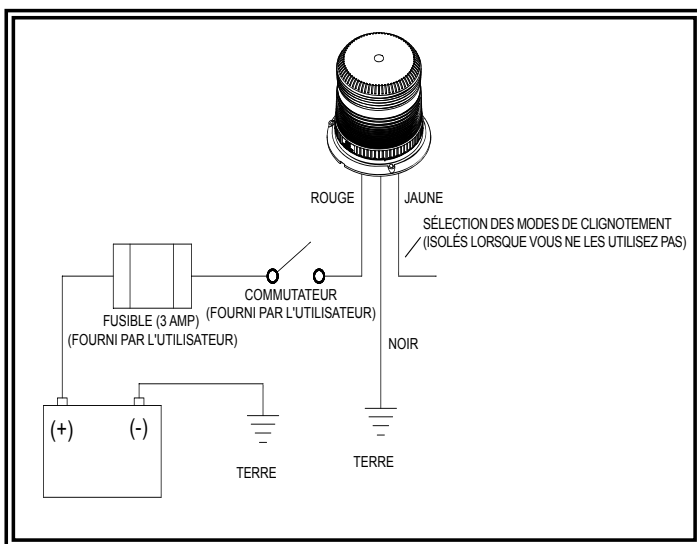

Figure 2
4. Reliez les câbles d'alimentation comme indiqué dans la section sur le câblage (voir figure 2).